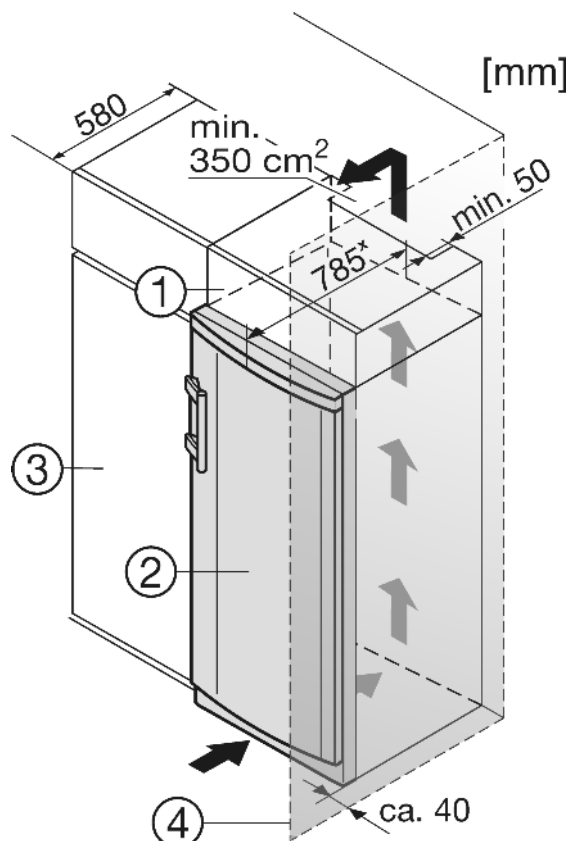

Fig. 9
Het apparaat Fig. 9 (2) kan worden ingebouwd in de keuken. Om het apparaat aan de hoogte van het keukenblok aan te passen, kunt u er een passende opbouwkast Fig. 9 (1) op plaatsen.
Bij de ombouw met keukenkasten (diepte max. 580 mm) kan het apparaat direct naast de keukenkast Fig. 9 (3) worden opgesteld. Ten opzichte van het keukenkastfront steekt het apparaat opzij 185 mm × en in het midden van het apparaat 205 mm × uit.
Plaats u het apparaat met de scharnierkant naast een muur Fig. 9 (4), dan moet de afstand tussen apparaat en muur minstens 40 mm bedragen. Dit in verband met het uitsteken van de deurgreep bij een geopende deur.